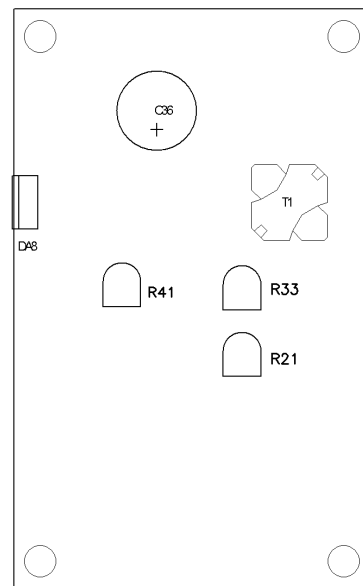

Рис.4. Регулировочные элементы ПГС-Х-1Х0
Ремонтные работы связанные с вскрытием и доступом внутрь ПГС-Х-1Х0 должны проводиться в специализированной мастерской специалистом имеющим достаточную квалификацию в области ремонта РЭА, имеющим квалификационную группу по электробезопасности не ниже III и изучившим РЭ и особенности ПГС-Х-1Х0. К такому виду ремонта можно отнести замену перегоревшего предохранителя, а также выполнения подстройки резисторами на основной плате (см. Рис.4).
2.3.2. Дополнительные регулировки ПГС-Х-1Х0, расположенные на плате, представлены на рис.4.